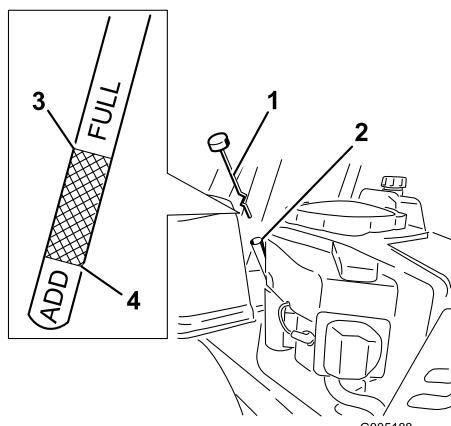

Bild 28
5. Entfernen Sie den Peilstab und prüfen den Ölstand. (Bild 28).
8. Nehmen Sie den Öleinfüllstutzendeckel/Peilstab ab (Bild 28).
14. Gießen Sie ca. 80 % der angegebenen Ölmenge langsam in den Einfüllstutzen (Bild 28).
15. Setzen Sie den Öleinfüllstutzendeckel/Peilstab ein (Bild 28).
16. Prüfen Sie den Ölstand (Bild 28); siehe „Prüfen des Ölstands“.
18. Setzen Sie den Deckel des Öleinfüllstutzens bzw. den Peilstab ein und schrauben Sie ihn fest (Bild 28).